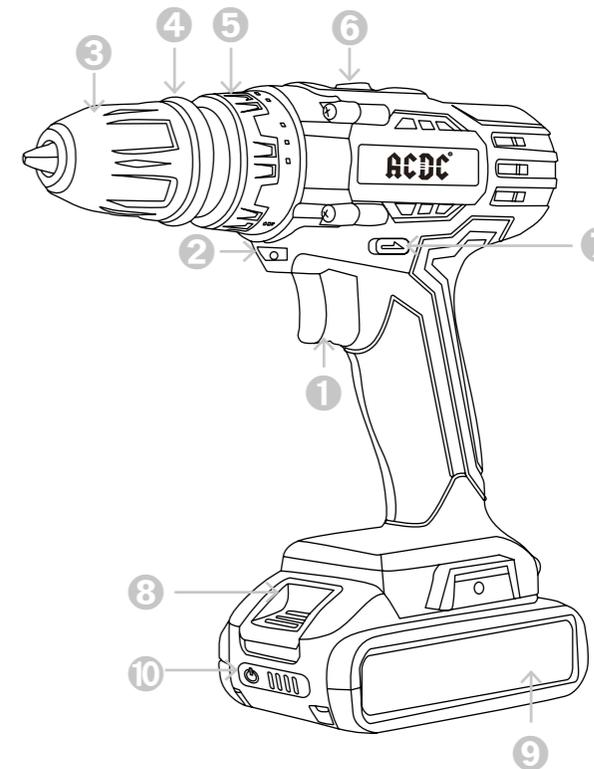
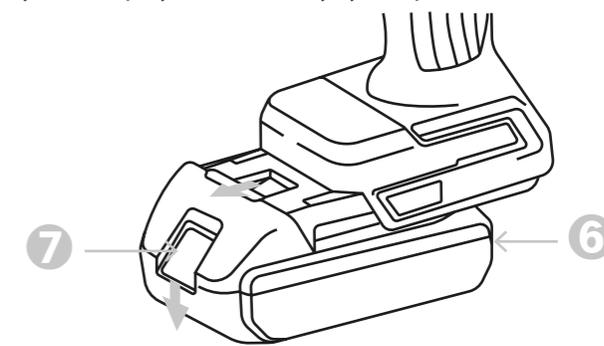

Рисунок 1.1. Устройство инструмента
Рисунок 2.1.1. Установка и снятие аккумуляторного блока
**ВНИМАНИЕ!** Перед установкой аккумуляторного блока в инструмент обязательно убедитесь, что его триггерный выключатель «1» (рисунок 1.1) нормально работает и возвращается в положение (ВЫКЛ.) при отпускании. Для снятия аккумуляторного блока «7» нажмите кнопку «6» (рисунок 2.1.1.) извлеките блок. Для установки аккумуляторного блока совместите паз блока с выступом в корпусе и задвиньте его до упора так, чтобы он зафиксировался.
Включайте инструмент только тогда, когда собираетесь работать с ним. Для включения электроинструмента нажмите триггерный выключатель «1» (рисунок 1.1.) и держите его нажатым. Для выключения электроинструмента отпустите триггерный выключатель «1». Отделяйте аккумуляторный блок от инструмента всегда по окончании работы. Перед установкой аккумуляторного блока в инструмент обязательно убедитесь, что его триггерный выключатель «1» нормально работает и возвращается в положение (ВЫКЛ.) при отпуске.